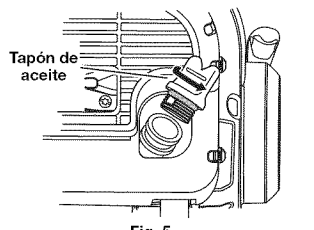

Fig. 5
- Con la unidad colocada en una superficie plana nivelada, quite el tapón del recipiente de aceite (Fig. 5).